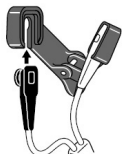

図 3
- 4) 残りのはく離紙を剥がす(図3)。センサ部分の白いボタンをもう一方の穴に押し込む。
- 4) もう一方のセンサ部分も同様にはめ込む(図3)。